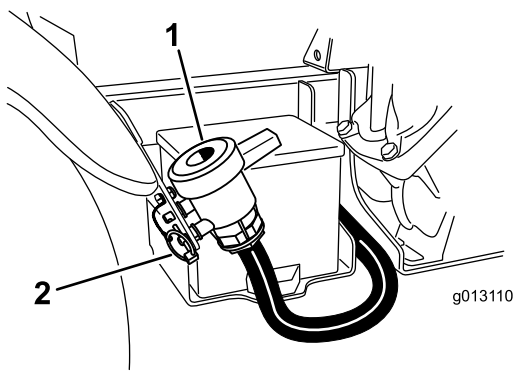

Figure 25
2. Trouvez l'emplacement du robinet de vidange de la cuve du côté droit de la machine (Figure 25). Le robinet se trouve sur le support d'aile, près de la batterie.